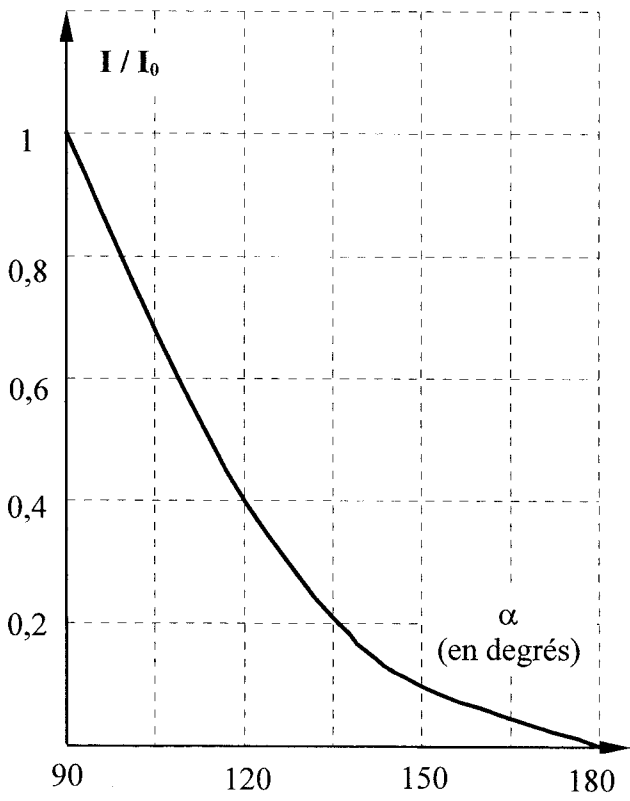

Figure 4
A.III.6. La figure 4 donne le rapport I/I_0 en fonction du retard α exprimé en degrés, I est la valeur efficace de $i(t)$. Déterminer la valeur de α pour limiter le courant de démarrage du moteur à $2,5 I_n$ soit 1570 A.